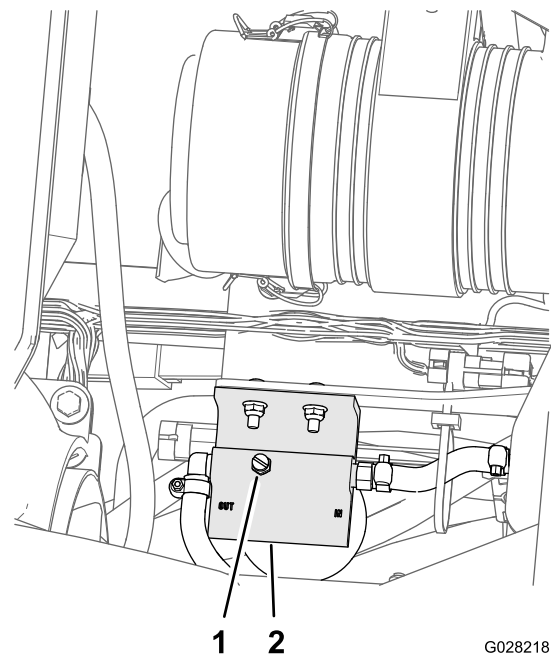

Figura 73
5. Afloje el tapón de ventilación situado en la parte superior del separador de combustible/agua (Figura 73).
7. Apriete el tapón de ventilación y gire el interruptor de arranque a la posición de DESCONECTADO (Figura 73).